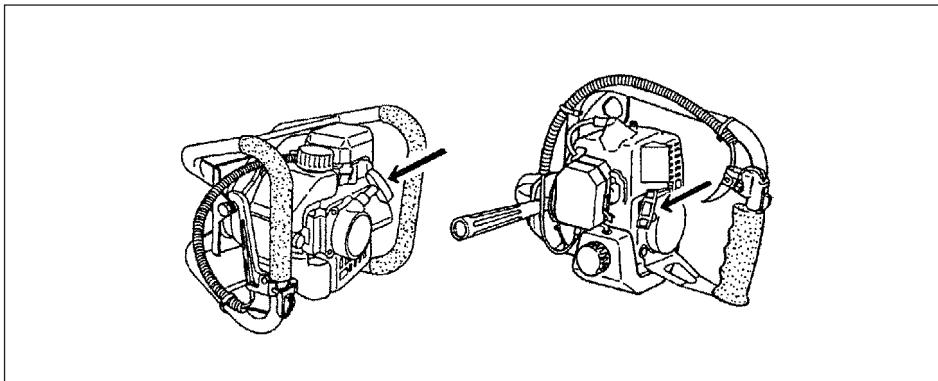

Fig. 2-4
3. Puxe com força do cabo de arranque. Tenha o cuidado de manter o manípulo firmemente na mão e não deixá-lo voltar para trás. (Fig. 2-4)